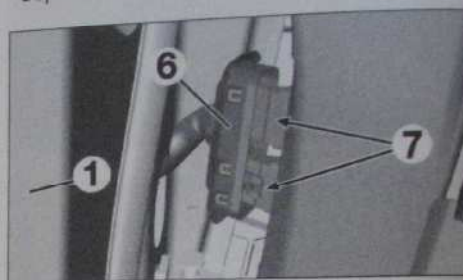

Fig. 167
• Dégager le fourreau (6) (Fig. 167).
• Débrancher les connecteurs (7).